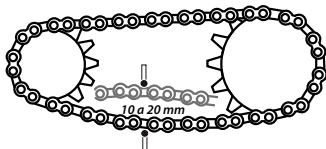

Imagen 28. Holgura de la cadena.
2. Mover la cadena con la mano hacia arriba y hacia abajo para revisar que su holgura esté entre 10 y 20 mm. Ver imagen 28.